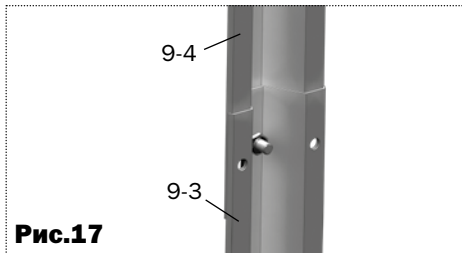
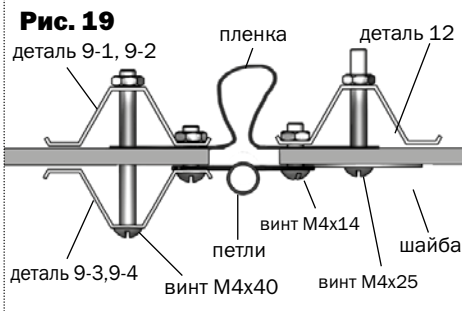
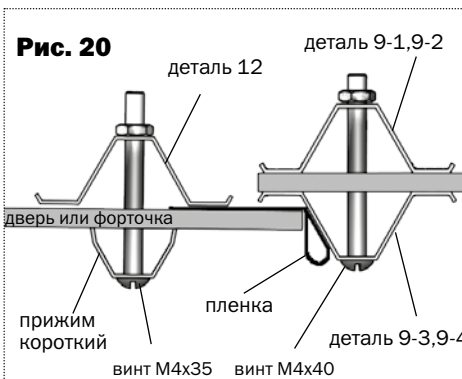

Рис.17
Рис.19
Рис.20
4. Состыкуйте детали **9-3** и **9-4** (**рис.17**) и установите их в соответствии с **рис.19**. Прижмите куски поликарбоната по краям со стороны двери и форточки накладками **9-3**, **9-4** (**рис.19**), оставляя отверстия под вертушки. Вырежьте куски покрытия для установки над дверными проемами и под дверными проемами, установите их, закрепив шайбами (**рис.22**) на детали **10**.
6. Закрепите куски покрытия на форточке и двери по стороне навеса петель шайбами (**рис.19**), а по другим сторонам - прижимами (**рис.20**), предварительно закрыв соты (оклеив их скотчем). По сторонам, противоположным петлям покрытие должно выступать за каркас на 15 мм (**рис.20**). Петли накладываются поверх поликарбоната и при затягивании винтов поликарбонат под петлями сминается.
7. Щели в дверном проеме закрываются полиэтиленовой пленкой (**рис.19, 20**).